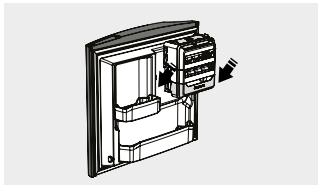

Figura 50
- Después del procedimiento coloque nuevamente el fabricador de hielo en la contrapuerta. (Figura 50)